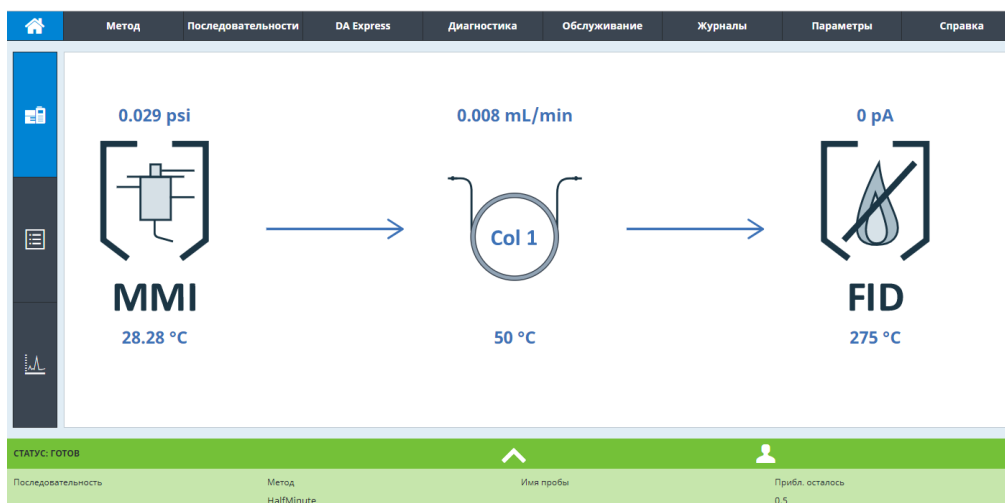

Рис. 3 Домашняя страница интерфейса в браузере
- 4 Нажмите кнопку Enter («Ввод»). В браузере запустится интерфейс. См. Рис. 3.